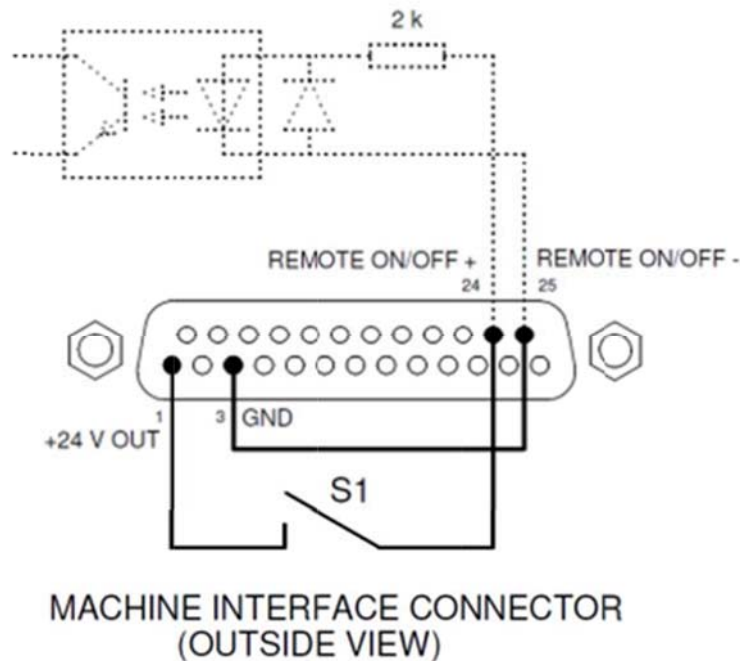

Figure 8 I/O コネクタのリモートオン/オフ入力配線図
- または : I/O コネクタの外部出力用 24 V DC 出力を使用して、ピン 1 と 24 との間にスイッチ接点（電圧降下の無いもの）を接続し、ピン 3 と 25 を接続します。Fig 8 を参照してください。